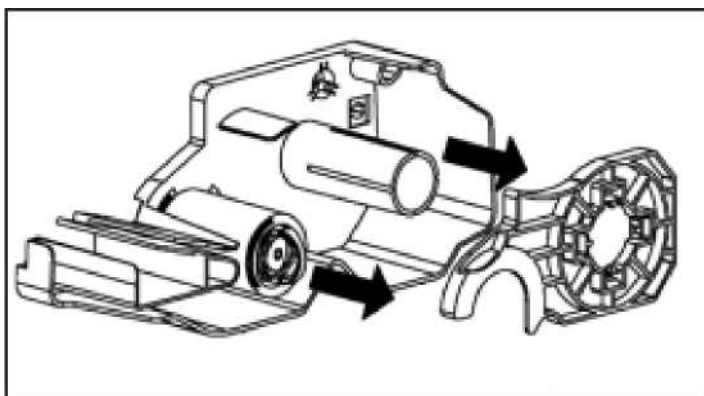

Рисунок 1.14 – Снятие приемной катушки
4. Выньте приемную катушку и направляющую бумаги из картриджа (см. рисунок 1.14).